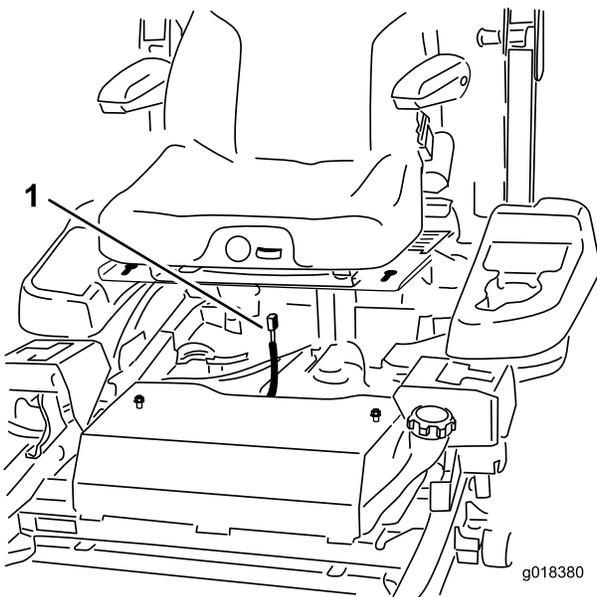

Figura 3
4. Enchufe el conector del arnés en el interruptor del asiento, situado debajo del asiento, hacia la parte delantera (Figura 3).